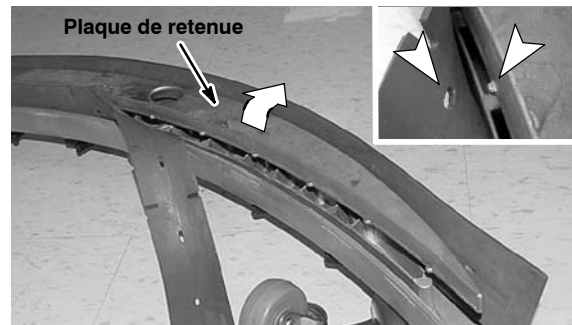

FIG. 62
- Pour remplacer la lame avant, retirez la lame arrière et desserrez complètement les quatre boutons du bloc de racloir ; ne retirez pas les boutons. Soulevez et inclinez la plaque de retenue pour accéder à la lame avant (Figure 62). Faites pivoter la lame avant pour obtenir un nouveau bord nettoyant et réinstallez la plaque de retenue. Veillez à ce que les ergots de la plaque de retenue s'engagent dans les fentes de la lame. Réinstallez la bande et resserrez les boutons.